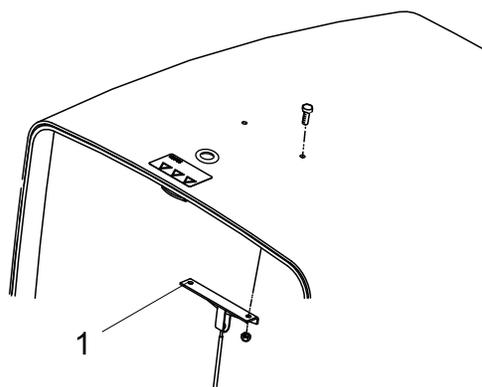

Рисунок 4
1. Снимите и удалите в отходы два винта и две гайки, которые крепят кронштейн троса капота к нижней части капота (Рисунок 4).